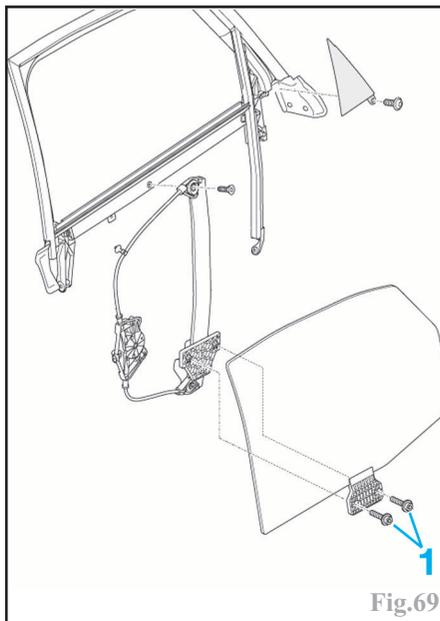

Fig.69
Déposer les fixations (1) (Fig.69) et extraire la vitre.